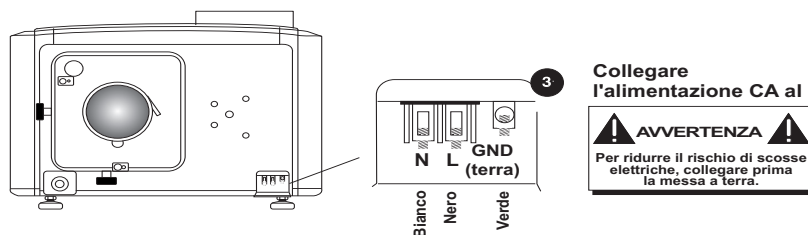

Figura 2-15 Procedura per collegare l'alimentazione CA al blocco terminale
3. Collegare la sorgente di alimentazione CA al blocco terminale, iniziando prima dal cavo di terra. Vedere **Figura 2-15** per i dettagli del cablaggio. Stringere le viti in modo saldo.